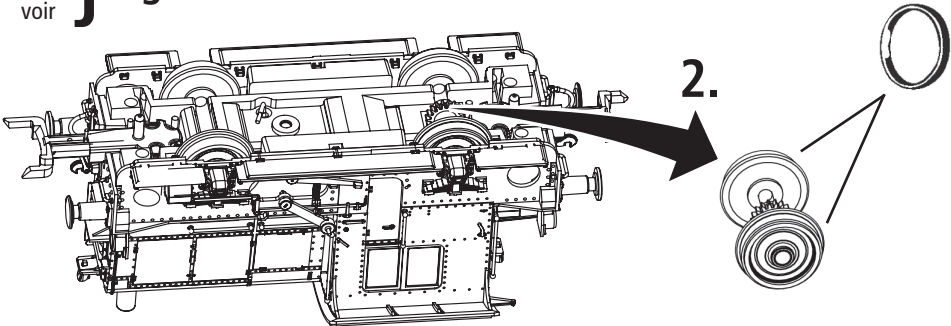

Fig. 8
3. Haftreifenwechsel: Zuerst den Getriebedeckel abnehmen (Fig. 7). Danach den **Radsatz** herausnehmen (Fig. 8) und die **Haftreifen** mit einer Nadel od. mit einem feinen Schraubendreher abziehen. Beim Aufziehen der neuen Haftreifen darauf achten, dass diese sich nicht verdrehen.
3. Change of traction tyre: Remove the gear cover (fig. 7). Take out **wheel set** (fig.8) and remove **traction tyre** using a pin or a fine screwdriver. When pressing on the new traction tyre please **avoid twisting it**.
3. Vervangen van antislipbandjes: Met een naald of kleine schroevendraaier kunt u de band verwijderen (fig. 8). Bij het omleggen van een nieuwe band dient u erop te letten dat deze niet is verdraaid.